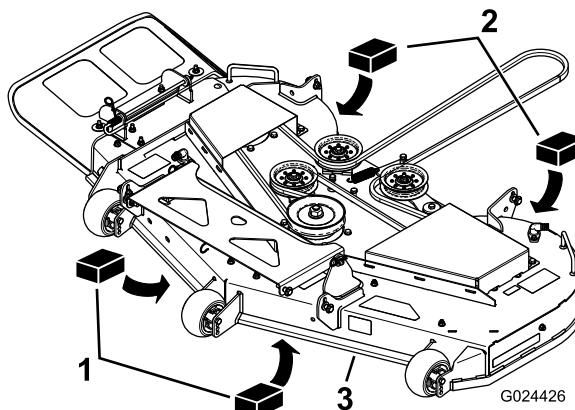

Figure 60
- Placez deux cales de 6,66 cm (2-5/8 po) sous chaque côté du bord avant du tablier de coupe, mais pas sous les supports des galets anti-scalp (Figure 60).
- Placez deux cales épaisses de 7,30 cm (2-7/8 po) sous le bord arrière de la jupe du tablier de coupe, une de chaque côté (Figure 60).